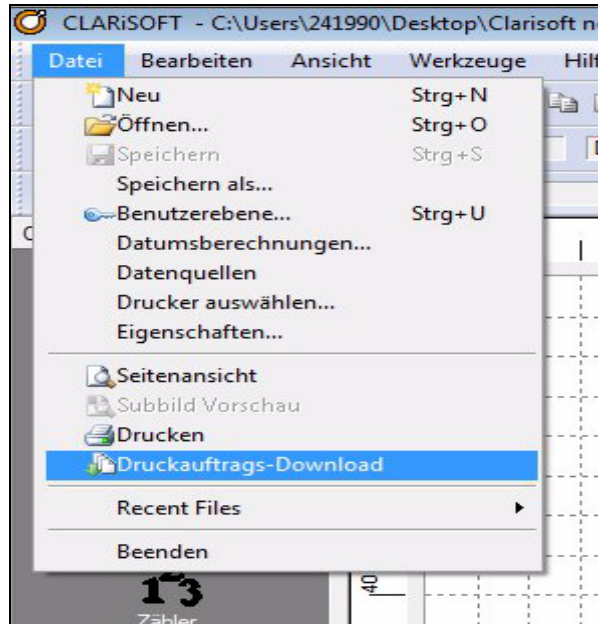
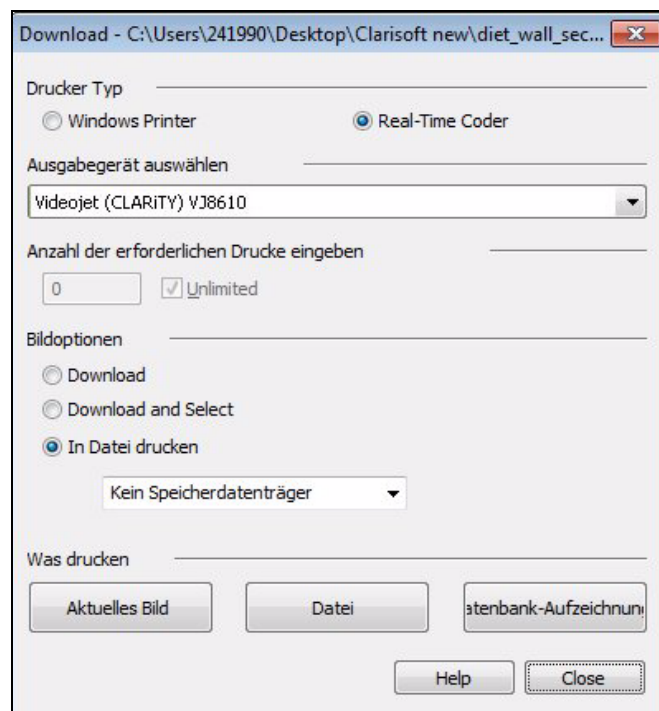

Abbildung 5-25: Befehl „Job herunterladen“
Abbildung 5-26: Befehl „Job herunterladen“
- 2 Klicken Sie im Menü *Datei* auf *Job herunterladen* (siehe Abbildung 5-25). Das Fenster *Download* wird angezeigt (siehe Abbildung 5-26).
- 3 Stellen Sie sicher, dass der *Real-Time Coder* (Echtzeit-Codierer) ausgewählt ist (siehe Abbildung 5-26).